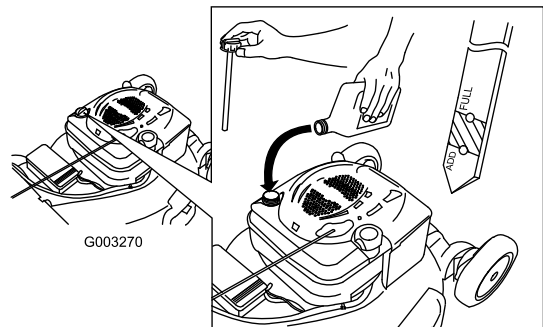

Figure 7
- Retirez la jauge (Figure 7).
- Versez de l'huile **lentement** dans le goulot de remplissage pour faire monter le niveau de liquide jusqu'au repère du plein (Full) sur la jauge (Figure 7). **Ne remplissez pas excessivement.** (Remplissage max. : 0,59 l, type : huile détergente SAE 30W de classe de service API SF, SG, SH, SJ, SL ou supérieure.)